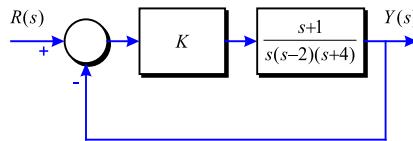

Figura 3-1
**Problema 45** La planta del sistema de la Figura 3-1 és inestable. Vol dir això que el sistema en laç tancat és inestable? Raonar la resposta.